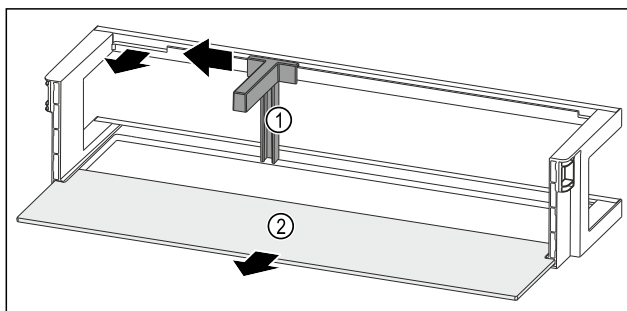

Fig. 116 Vratna polica z držalom za steklenice in odlagalno polico
- ▶ Držalo za steklenice Fig. 116 (1) potisnite povsem na stran do odprtine.
- ▶ Odstranite držalo za steklenice Fig. 116 (1).
- ▶ Odstranite polico za odlaganje Fig. 116 (2).